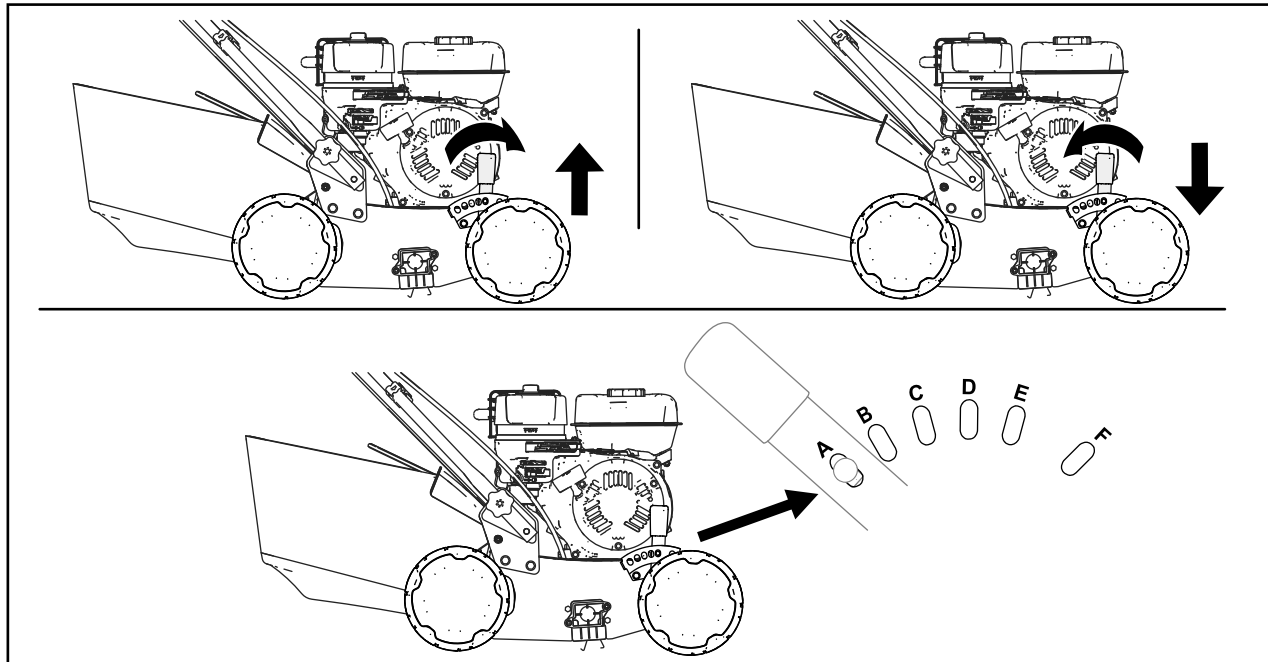

Figura 11
3. Para ajustar la profundidad de corte máxima, ajuste la posición de la palanca de profundidad de corte empujándola hacia la máquina y colocándola en una ranura diferente (Figura 11).
- La profundidad de corte varía dependiendo del conjunto de eje que usted tiene instalado; consulte la Figura 11 y la tabla siguiente.